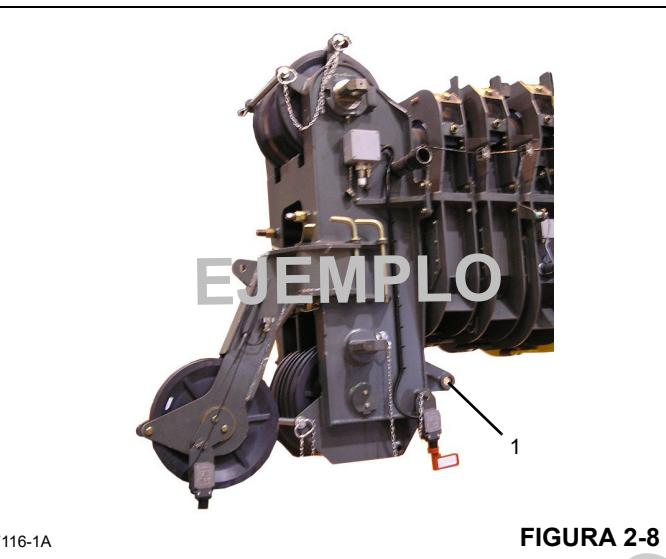

FIGURA 2-8
No utilice la orejeta del extremo muerto (1) (Figura 2-8) en la punta de pluma como punto de amarre de la pluma para el transporte. Se pueden occasionar daños a la orejeta y a la pluma si se utiliza como punto de amarre.